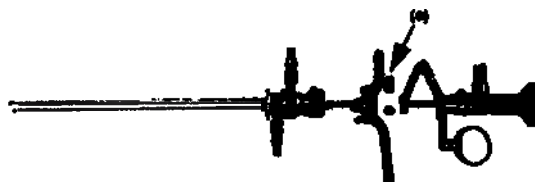

Рисунок 12: Подключение кабеля резектоскопа к разъему РЧ кабеля
4. Подключить кабель резектоскопа к разъему РЧ кабеля (а) (см. Рисунок 12).